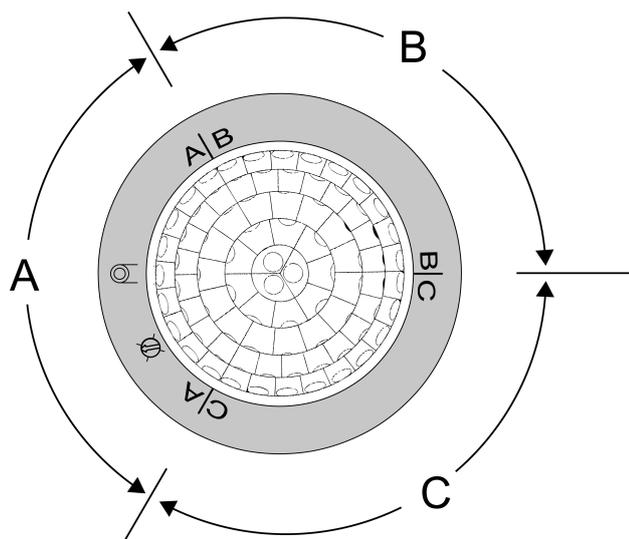

рисунок 6: Расположение областей А, В и С
- Выровняйте клеммную коробку (1) таким образом, чтобы зоны А, В и С соответствовали характеристикам прибора. Расположение зон видно под декоративным кольцом (рисунок 6).